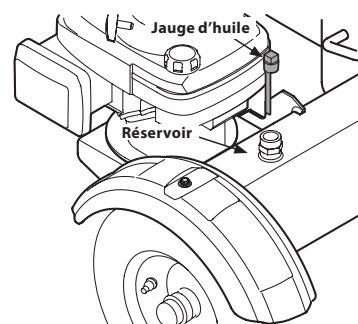

Figure 10
2. Retirez la jauge d'huile à évent placée sur le réservoir, devant le moteur. Voir Figure 10.